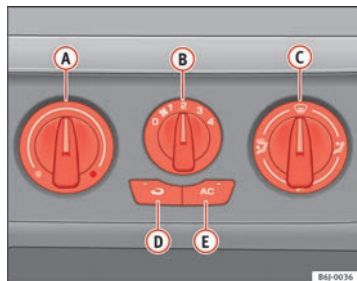

Fig. 94 Comandos do Ar Condicionado no painel de instrumentos
- Com os reguladores $\Rightarrow$ Fig. 94 **(A)** e **(C)** e com o comando **(B)** é ajustada a temperatura, a distribuição do ar e a velocidade do ventilador.